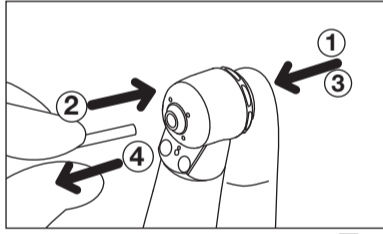

図1
- 2)プッシュボタンを押しながら、バーをチャック内に挿入します。(図1①②)
- プッシュボタンを押しながらバーを取り外してください。(図1③④)